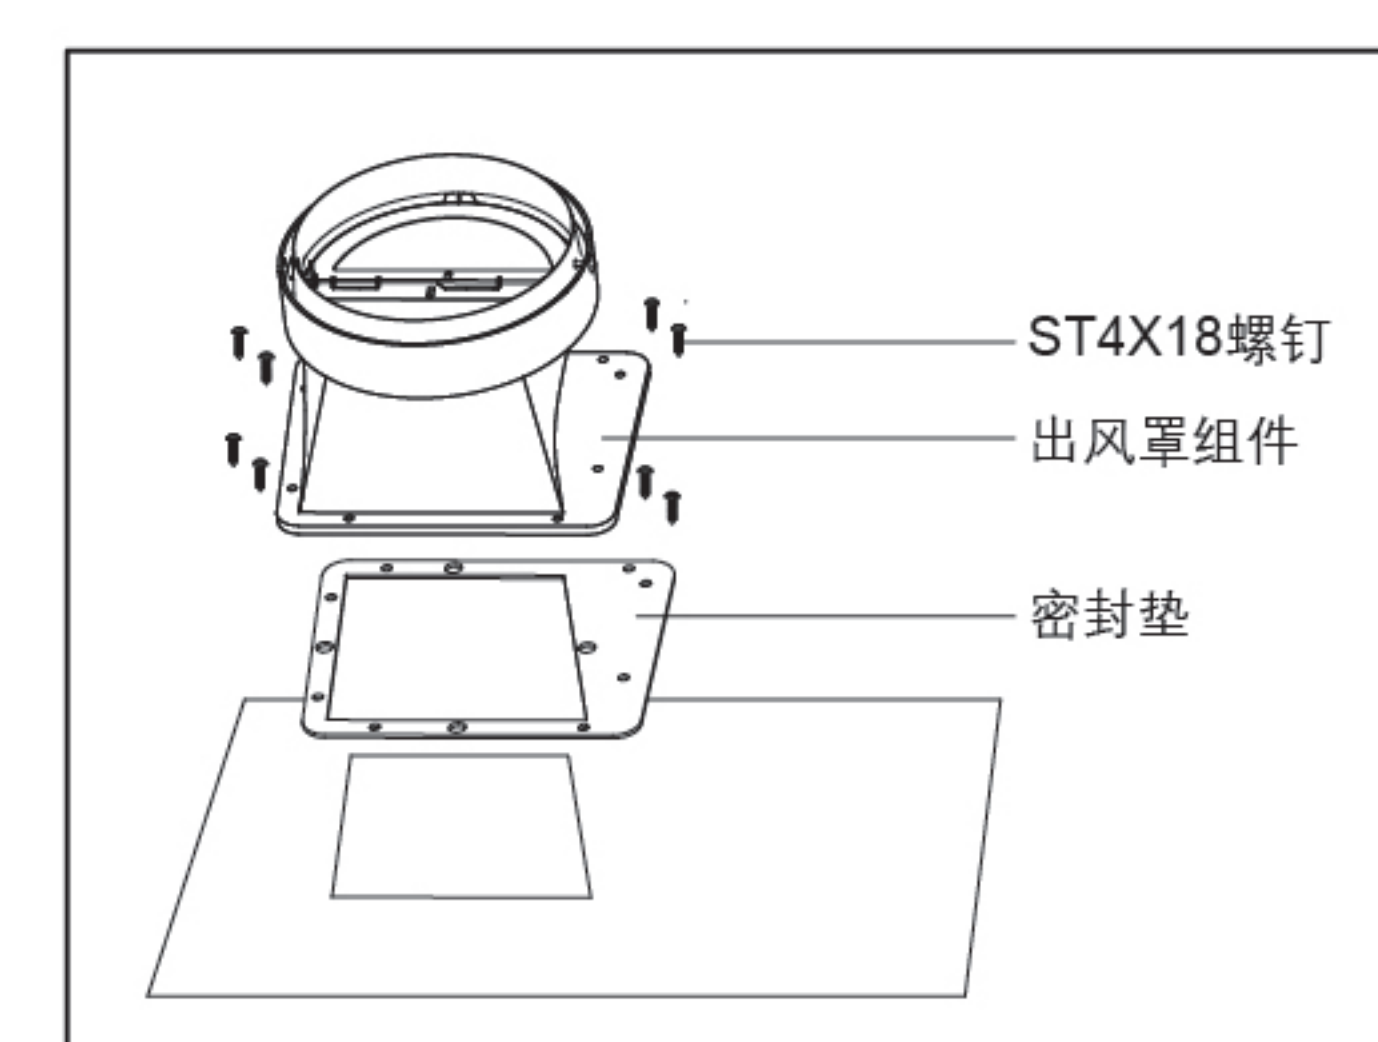

图9
- 将出风罩及密封圈放在主机出风口处，用8颗出风罩螺钉（M4 $\times 18\text{mm}$ ）固定好。（见图9）